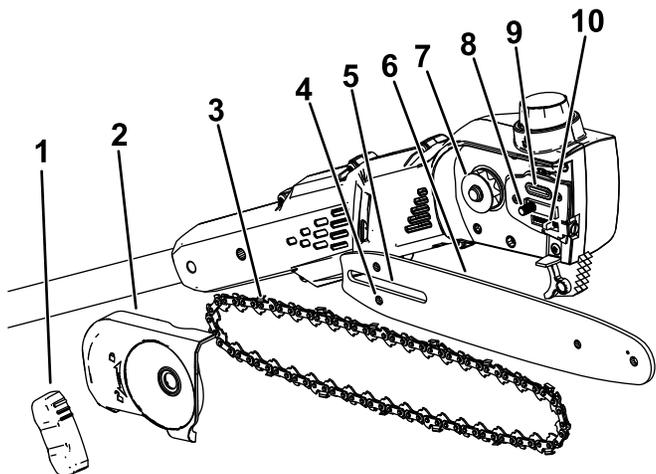

図 19
2. サイドカバーを取り外します。バーカバーのノブを反時計回りに回してノブを外し、サイドカバーを取り外します (図 19)。